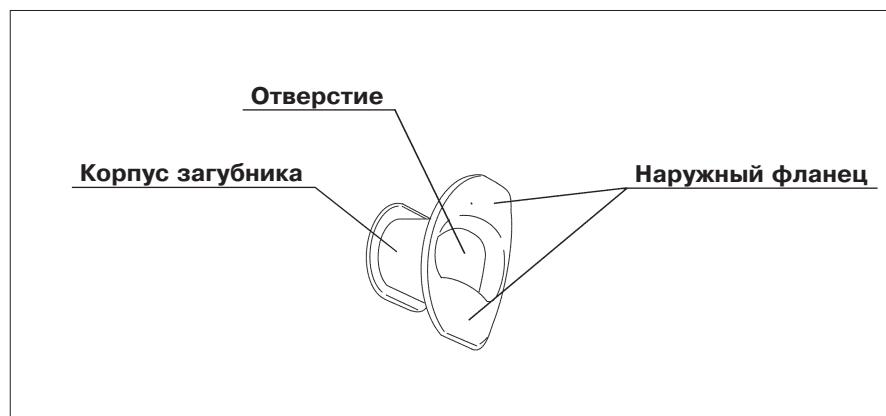

Рис. 3.10
1. Убедитесь в отсутствии трещин, деформаций и дисколораций на загубнике (см. рис. 3.10).
2. Используя кончики пальцев, проверьте все поверхности загубника на предмет наличия царапин или других дефектов (см. рис. 3.10).